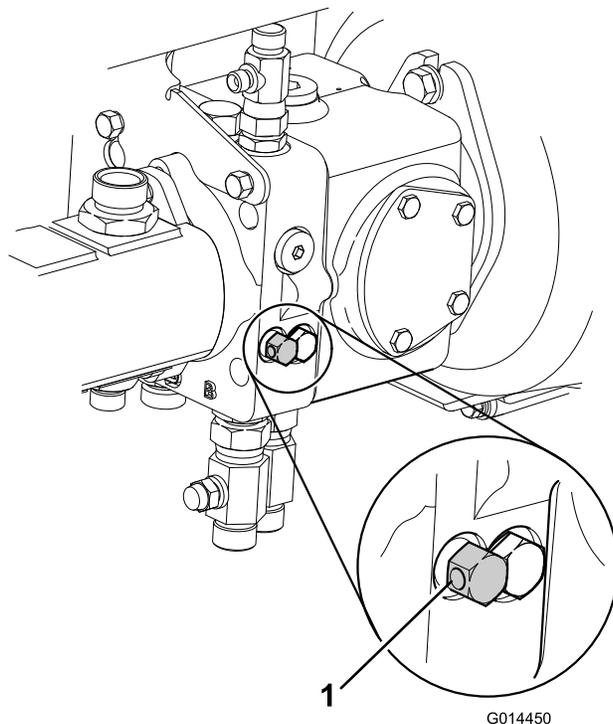

Figura 47
7. Rilasciate il sistema frenante idraulico di servizio girando la valvola di bypass posta sotto la pompa della trasmissione in senso antiorario e per un massimo di 3 giri (Figura 47).